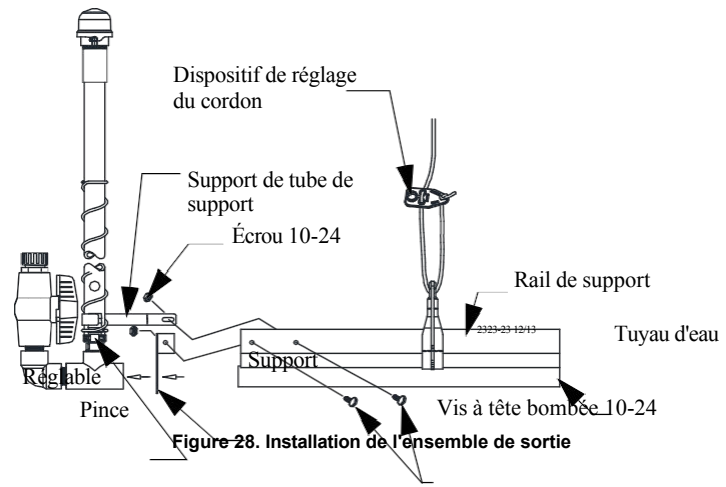

Figure 28. Installation de l'ensemble de sortie
Installez l'ensemble de sortie, comme illustré à la figure 28.
3. Fixez le support au canal de support, comme illustré à la figure 28. Si la conduite d'eau a été raccourcie pour se terminer sous une conduite de suspension, il peut être nécessaire de percer un trou dans le canal de support pour la vis à tête bombée en acier inoxydable 10-24 et l'écrou de blocage. Le support de tube vertical peut être utilisé comme gabarit pour déterminer l'emplacement approprié du trou.